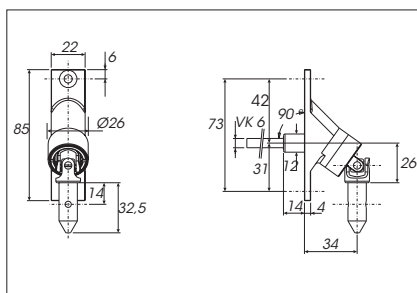

Abb. 10a : Durchführung 90°
- Die Maße der Durchführung finden Sie in Abbildung 10a und 10b.